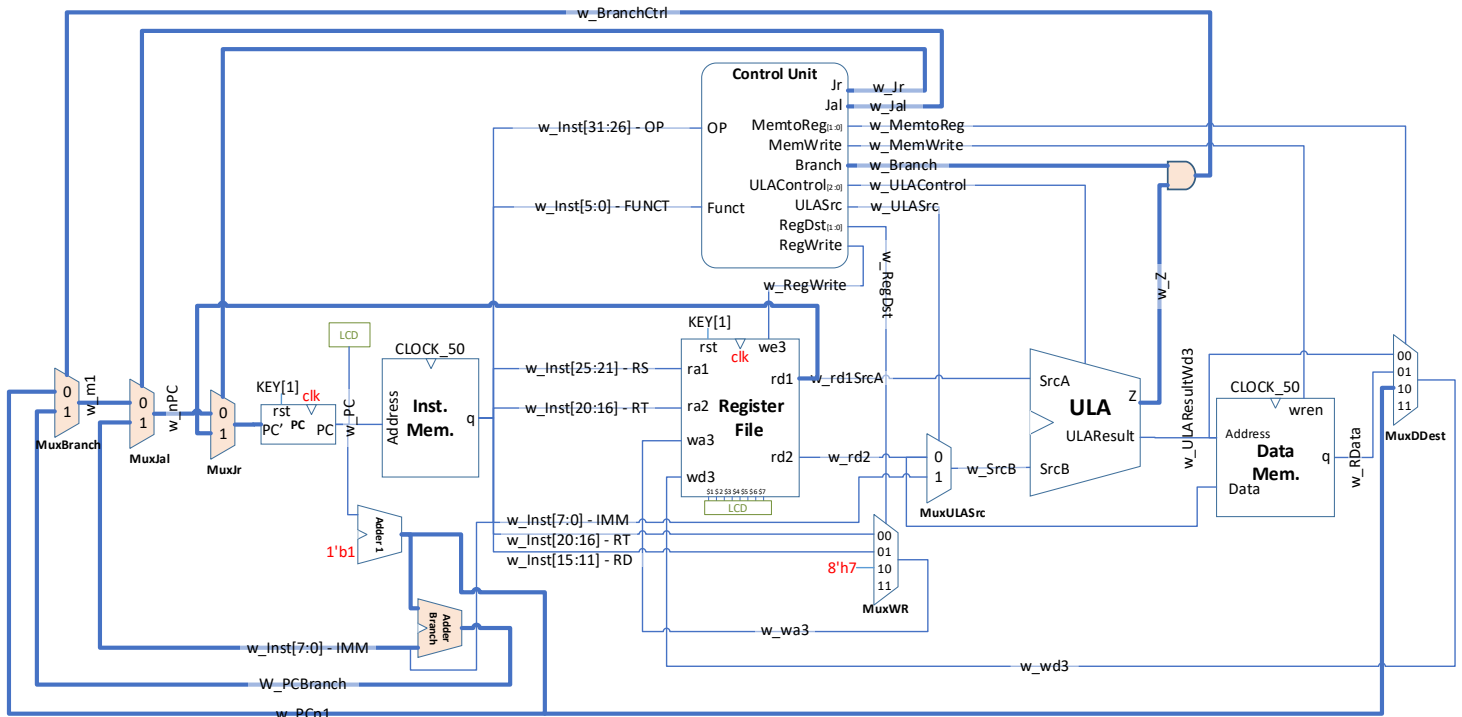

Figura 4 – Sugestão de montagem para o desafio.
- É apresentada na Figura 4, uma sugestão de montagem.